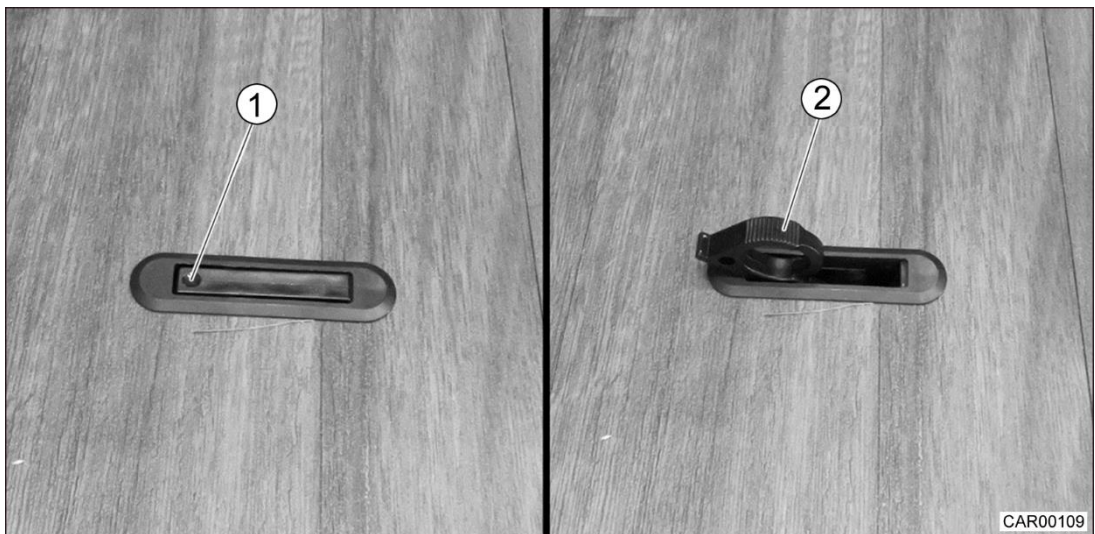

Fig. 108 Dispositif de fermeture dans les trappes de plancher
1. Enfoncer le dispositif de fermeture au niveau du marquage (Fig. 108/1). Le levier à poignée (Fig. 108/2) pivote vers le haut.
1. Fermer la trappe et rentrer le levier de la poignée (Fig. 108/2).